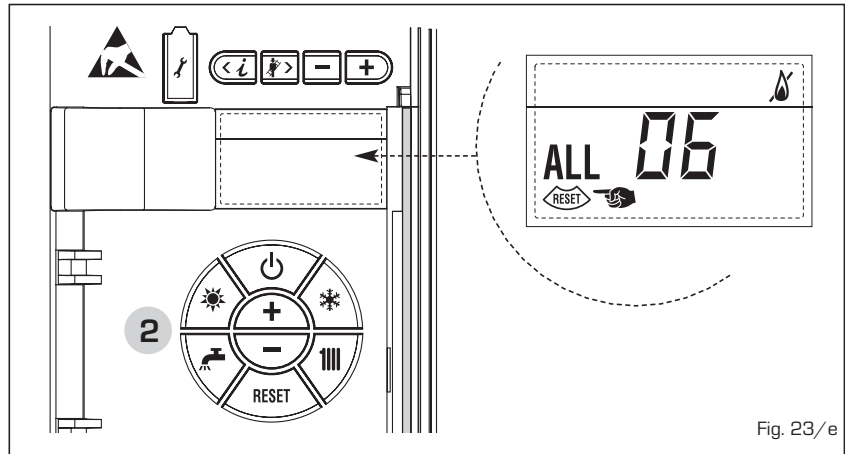

Fig. 23/e
- **ANOMALIA TERMÓSTATO SEGURANÇA "ALL 07" (fig. 23/f)**